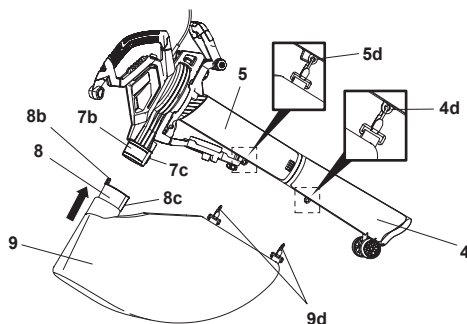

Fig. 6
- Alignez et insérez la languette (8b) du connecteur du sac dans le port du sac collecteur (7b) et insérez-la jusqu'à la butée. Assurez-vous que le bouton de verrouillage (7c) s'enclenche dans le trou de positionnement (8c) (Fig. 6).
- Placez deux clips de fixation (9d) sur les crochets du sac (4d/5d) sur le tuyau d'aspiration inférieur (4) et sur le tuyau d'aspiration supérieur (5).